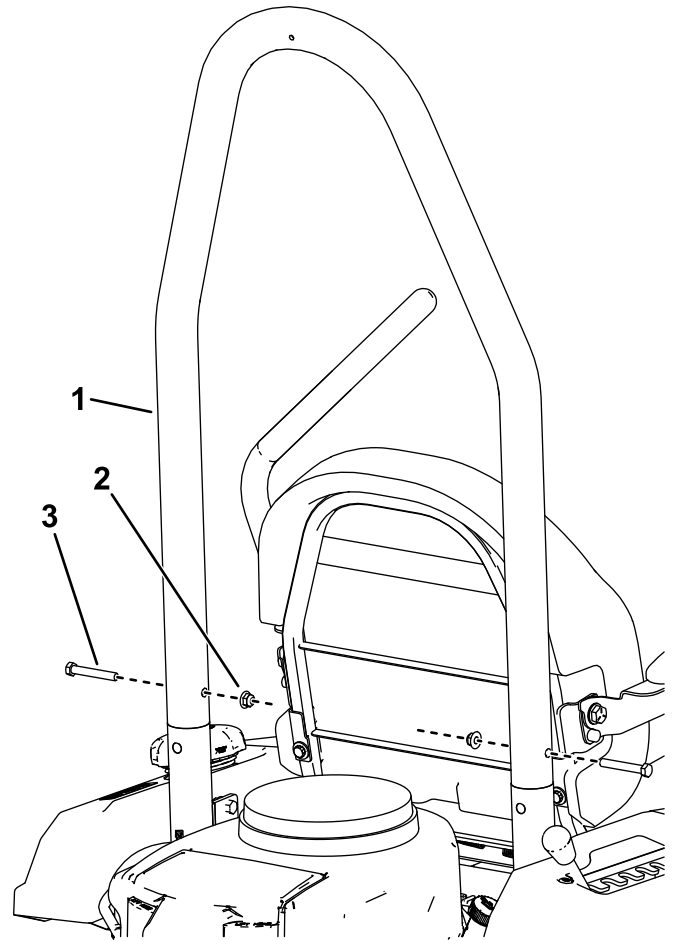

Figura 12
4. Com o ângulo do tubo ROPS virado para a dianteira da máquina, instale o tubo ROPS nas montagens do ROPS com dois parafusos ($\frac{3}{8}$ x $2\frac{1}{2}$ pol.) e duas porcas de bloqueio ($\frac{3}{8}$ pol.) como se mostra na Figura 12.